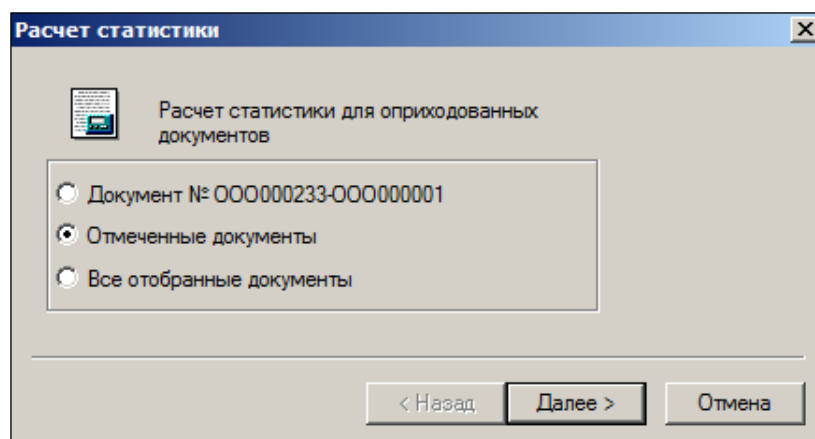

Рисунок 104 – Выбор документов для расчета статистики
3. В открывшемся окне **Расчет статистики** выбрать один из вариантов: для каких документов будет выполняться функция (Рисунок 104):